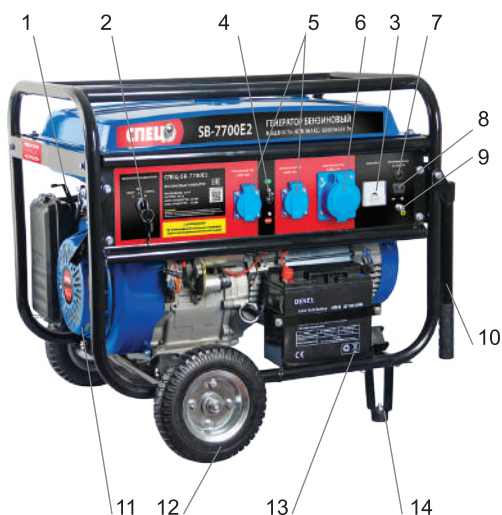

Рис.2. Общий вид SB-7700E2
7.2.2. Открыть крышку топливного бака (3) (рис. 2).